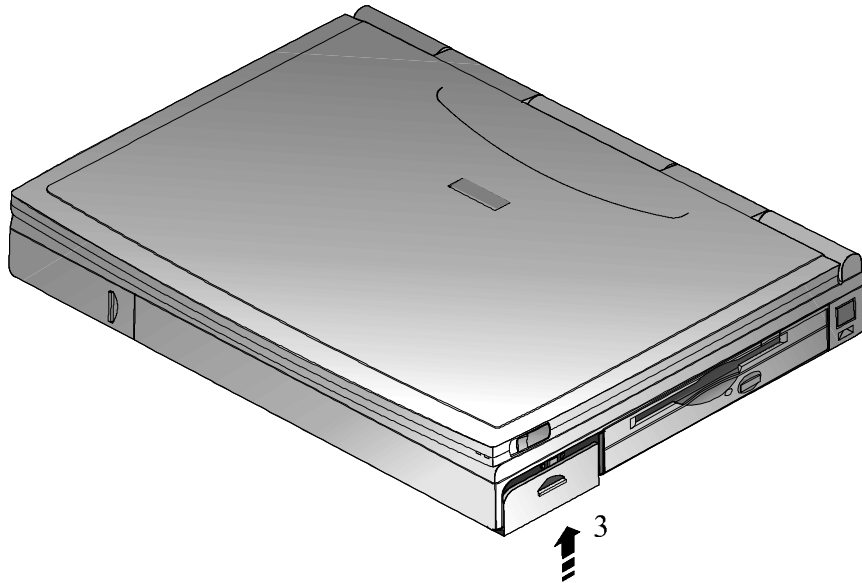

Figure 2-3 : installation de la batterie principale (étape 2)
3. Poussez le loquet de verrouillage/déverrouillage vers le haut pour le placer en position de verrouillage (figure 2-3, étape 3).